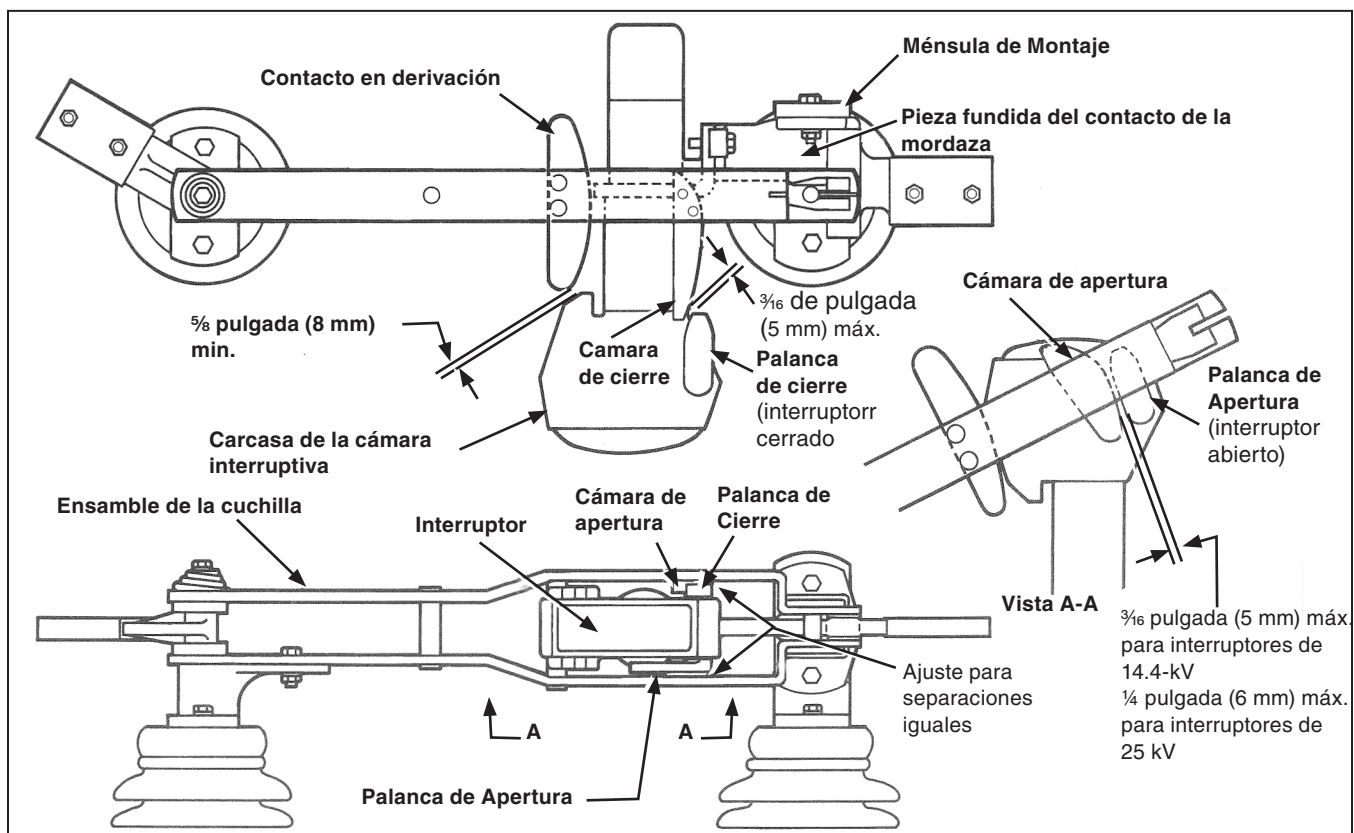

Figura 33. Puntos de revisión de la operación.
- Conforme la cuchilla se mueve en la dirección de cierre, la distancia entre la palanca de apertura de la cámara interruptiva y la palanca de apertura de la cuchilla debe estar dentro del límite mostrado en la Figura 33, Vista A-A.
- En la posición **Cerrado** completamente, la distancia entre la palanca de cierre de la cámara interruptiva y la palanca de cierre de la cuchilla debe estar dentro del límite mostrado en la Figura 33. Además, la distancia entre el contacto auxiliar de la cuchilla y la carcasa de la cámara interruptiva debe ser como se muestra en la Figura 33.